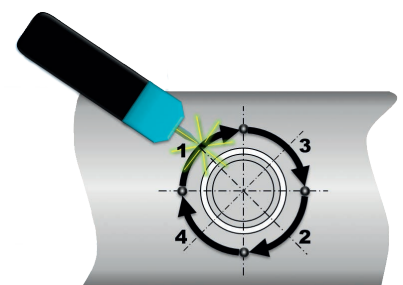

Abb. 3: Schweißreihenfolge
4. Für eine möglichst verzugsfreie Schweißung die Schweißfolge so auslegen, dass die Quadranten versetzt geschweißt werden (Abb. 3).